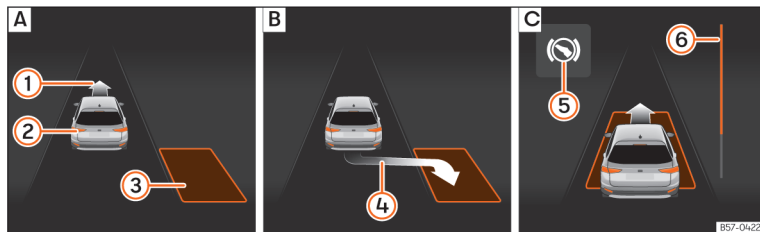
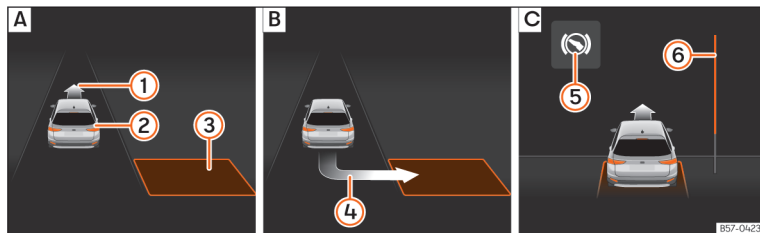

Fig. 166 No ecrã do painel de instrumentos: estacionar em linha. **[A]** Procurar um lugar de estacionamento. **[B]** Posição para estacionar. **[C]** Manobrar.
Fig. 167 No ecrã do painel de instrumentos: estacionar em espinha. **[A]** Procurar um lugar de estacionamento. **[B]** Posição para estacionar. **[C]** Manobrar.
- Observe na visualização do ecrã do painel de instrumentos se se detetou o lugar como «apropriado» e se atingiu a posição correta para estacionar »» **Fig. 166** [B] ou »» **Fig. 167** [B]. O lugar foi considerado «apropriado» se no ecrã do painel de instrumentos aparecer a indicação de estacionar (4).
- Retroceda até o sinal contínuo do ParkPilot soar; **OU:** retroceda até aparecer a indicação de marcha à frente no ecrã do painel de instrumentos »» **Fig. 166** [C] ou »» **Fig. 167** [C]; **OU:** retroceda até aparecer a mensagem **Park Assist finalizado** no ecrã do pai-
- Carregue no pedal do travão até o sistema de estacionamento assistido terminar de realizar as rotações do volante; **OU:** até o símbolo (S) no ecrã do painel de instrumentos se apagar.
- Faça marcha à frente até soar o sinal contínuo do ParkPilot; **OU:** faça marcha à frente até aparecer a indicação de fazer marcha-atrás no ecrã do painel de instrumentos. O sistema de estacionamento assistido manobra o veículo em frente e em marcha-atrás até centrá-lo no lugar »» **Fig. 166** [C] ou »» **Fig. 167** [C].
»» **Fig. 166** (6) e »» **Fig. 167** (6) mostra simbolicamente no ecrã do painel de instrumentos a distância relativa que ainda falta percorrer. Quanto maior for a distância, mais cheia está a barra de progresso. Ao circular em marcha à frente, o conteúdo da barra de progresso